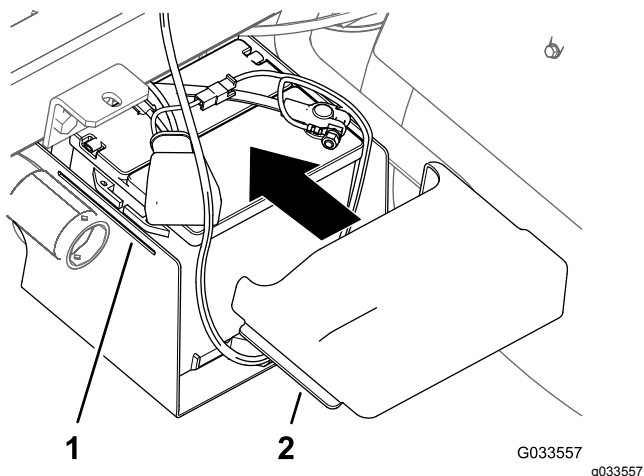

Figura 33
- Aperte as partes laterais da tampa da bateria, alinhe as patilhas da tampa com as ranhuras da base da bateria e remova a tampa da bateria (Figura 33).